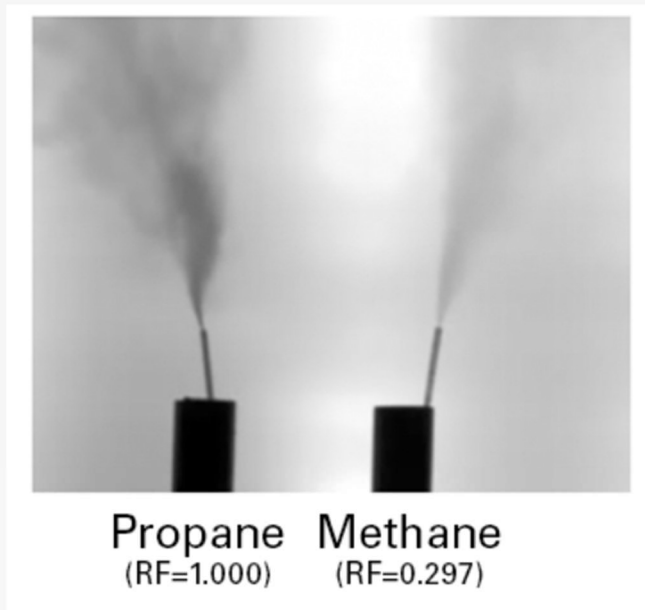

Abbildung 3
Darüber hinaus wurde der patentierte Modus mit hoher Empfindlichkeit (High Sensitivity Mode, HSM) der FLIR mit weiteren Pixeln unterstützt, was bei der Erkennung kleinerer Lecks helfen könnte. Dieses grundlegende OGI-Merkmal hängt vom Gas ab. Die Absorption kann als Reaktionsfaktor (RF) des Gases beschrieben werden; je höher dieser Wert, desto besser kann das Gas abgebildet werden. Propan hat beispielsweise einen höheren RF-Wert als Methan für gekühlte Kameras (etwa dreimal höher), da es mehr Energie im gefilterten IR-Spektralbereich in FLIR OGI-Kameras absorbiert, die zur Visualisierung von Kohlenwasserstoff- und VOC-Lecks verwendet werden. (Abb. 3).